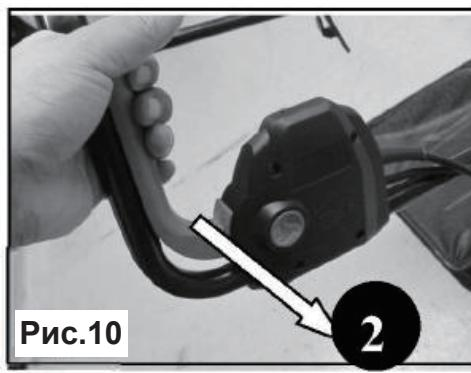

Рис.10
- Потяните рычаг включения (2) вверх к рукоятке, чтобы запустить косилку и отпустить кнопку (рис. 10).